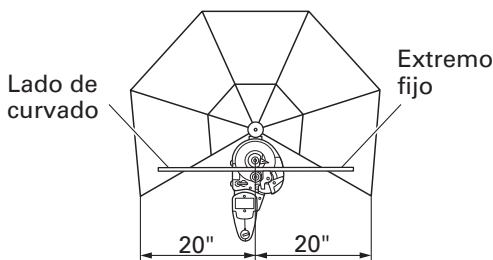

Fig. 20
(1) Asegúrese de instalar el protector de desviación cuando curve una varilla con una longitud de curvado y una longitud de fijación de 20" (diámetro interior del protector de desviación) o menos (Fig.20).